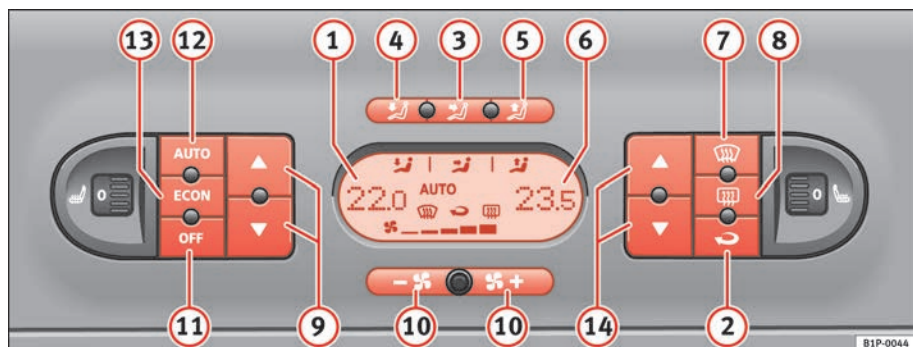

Abb. 112 In der Instrumententafel: Bedienelemente 2C-Climatronic
- Drücken Sie eine der Tasten ⇒ Seite 154, Abb. 112 3) bis 5), die Taste **ECON** oder drücken Sie die Gebläsetasten 10). Am Display erlischt das Symbol **AUTO**.
- Drücken Sie die Taste  ⇒ Seite 154, Abb. 112 , um den Umluftbetrieb ein- oder auszuschalten. Bei eingeschaltetem Umluftbetrieb erscheint am Display das Symbol .